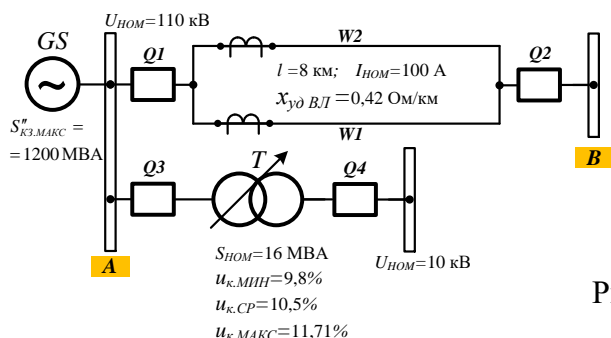

Рис.1
3./Рассчитать ток срабатывания максимальной токовой защиты (МТЗ), установленной на стороне высшего напряжения для трансформатора T (см. рис.1), и проверить её чувствительность.
4./Определить токи небаланса, срабатывания защиты, длину мёртвой зоны поперечной дифференциальной защиты параллельных ЛЭП напряжением 110 кВ (см. рис.1), а также проверить её чувствительность.